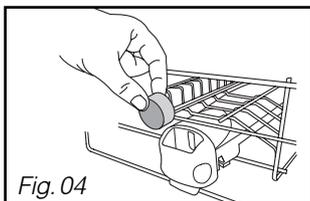
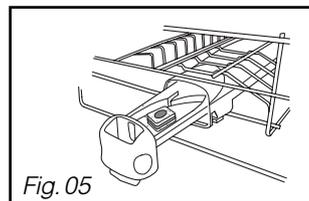

Fig. 04
Fig. 05
Pôr a pastilha simples no compartimento exterior (Fig 04) ou, para uma lavagem otimizada, puxe a gaveta do distribuidor de detergentes e coloque aí a pastilha (Fig 05)
• Coloque a pastilha no compartimento exterior (fig 04) ou para uma melhor optimização da lavagem, tire a gaveta do distribuidor e coloque lá a pastilha (Fig 05).